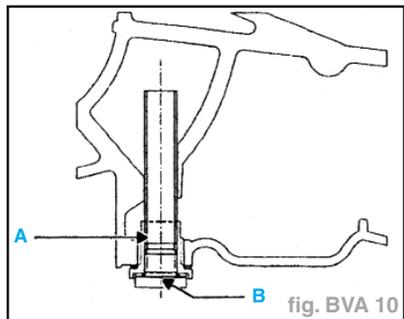

fig. BVA 10
**Nota :** le bouchon (A) à deux fonctions (fig. BVA 10) :
- la vidange par le bouchon (A).
- la mise à niveau par le déversoir (B).